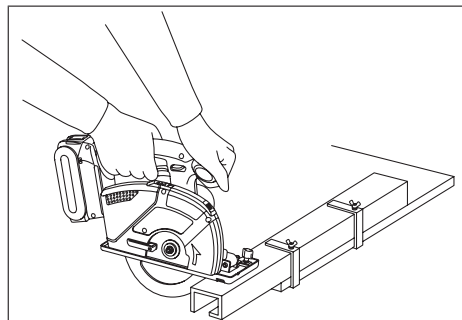

Fig. 14
- Fig. 14 viser den rigtige skæreprøposition.